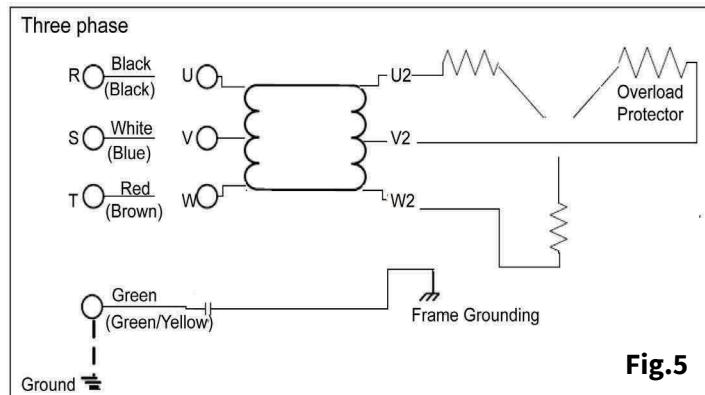

Fig. 5
- Zoals afgebeeld in Fig 5 aard de groene draad (label E). De groen-gele aardedraad mag niet worden aangesloten op de fasen oftewel de stroomvoorziening.